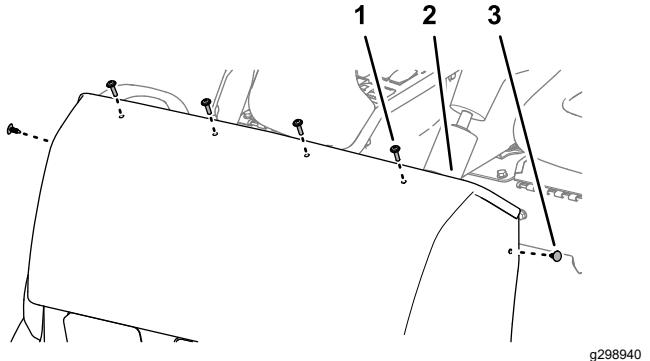

Bild 61
5. Entfernen Sie die vier Kreuzschlitzschrauben (1/4" x 1"), mit denen die Haube am Armaturenträger befestigt ist (Bild 61).
6. Entfernen Sie die beiden Eindrückbefestigungen, mit denen die Haube am Armaturenträger befestigt ist (Bild 61).